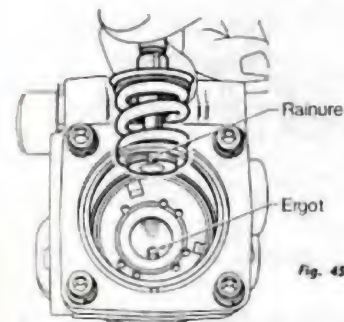

Fig. 45.
(1) Cette opération sera précisée ultérieurement.
- Placer cet ensemble sur le plateau à cames en prenant soin d'orienter la rainure du pied du piston dans l'ergot du plateau à cames (fig. 45).